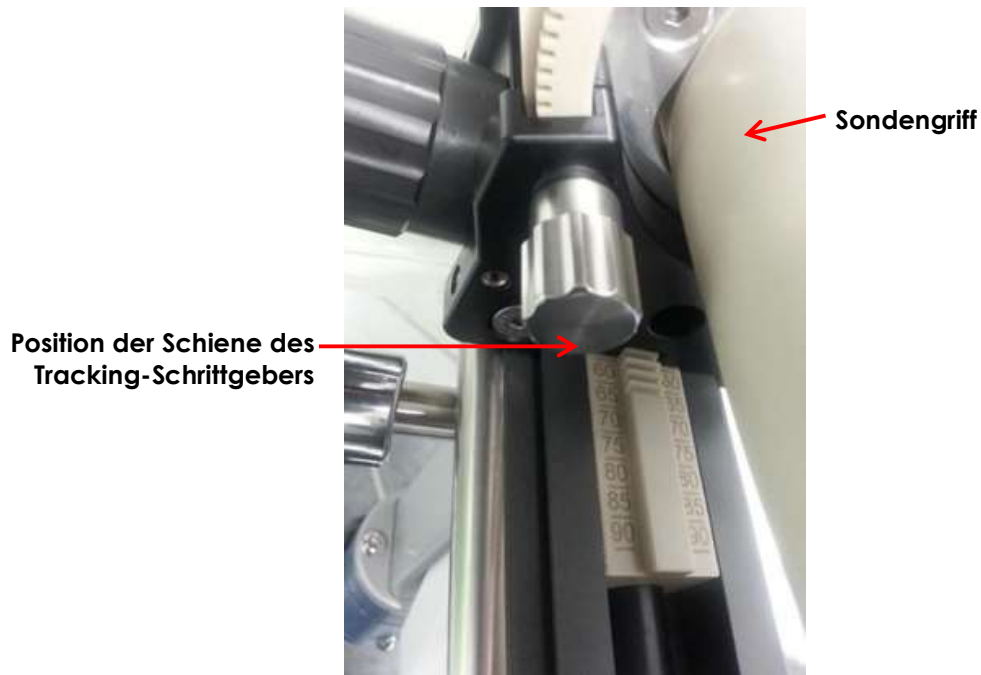

Abbildung 40: Position der Schiene des Tracking-Schritttebers
3. Schieben Sie die Sonde entlang der *Schiene des Tracking-Schrittgebers* bis zu dem in Abbildung 40 gezeigten Punkt.